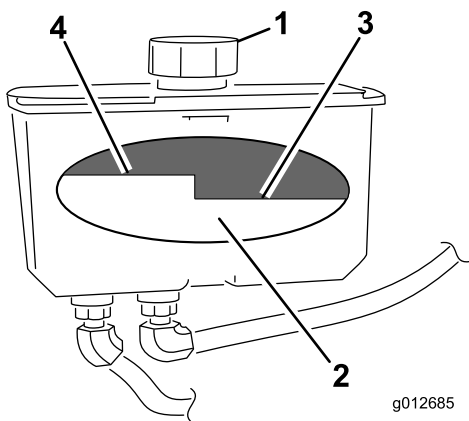

Figura 73
4. Limpie alrededor del cuello de llenado y el tapón del depósito de aceite hidráulico (Figura 73).
5. Retire el tapón del cuello de llenado. Mire dentro para comprobar el nivel de aceite en el depósito. (Figura 73).
Nota: El nivel de aceite debe llegar a la parte superior del nivel caliente del tabique cuando el aceite está caliente (Figura 73).